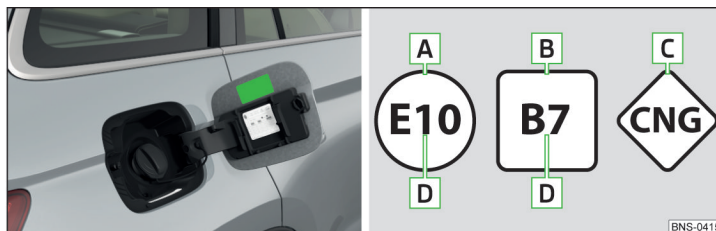

Fig. 320 Etiqueta con combustible prescrito / designación gráfica de los tipos de combustible
En el lado interior de la tapa del depósito de combustible se indican el combustible prescrito para su vehículo » fig. 320.
**Nombre gráfico de los tipos de combustible » fig. 320**
En el lado interior de la tapa del depósito de combustible se indica el combustible prescrito para el vehículo » fig. 320 de la pág. 288. ➤
En el lado interior de la tapa del depósito de combustible se indica el combustible prescrito para el vehículo » **fig. 320 de la pág. 288.**